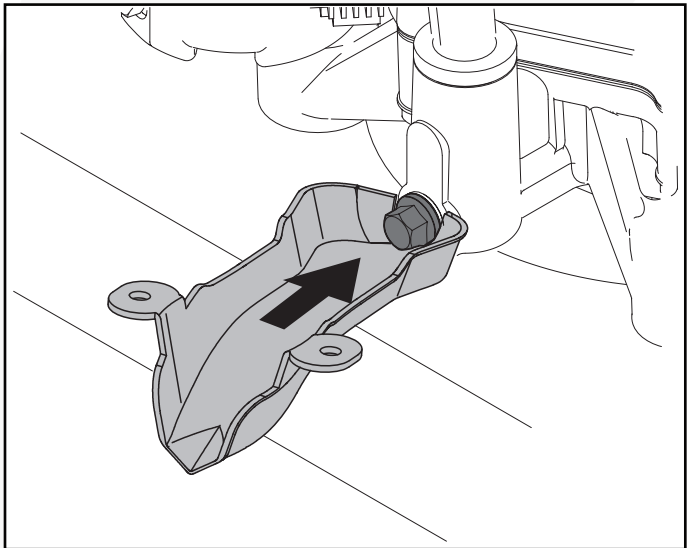

Fig. 37
3. Coloque el manguito de drenaje de aceite (incluido con el tractor) debajo del tapón de drenaje. (Fig. 37)